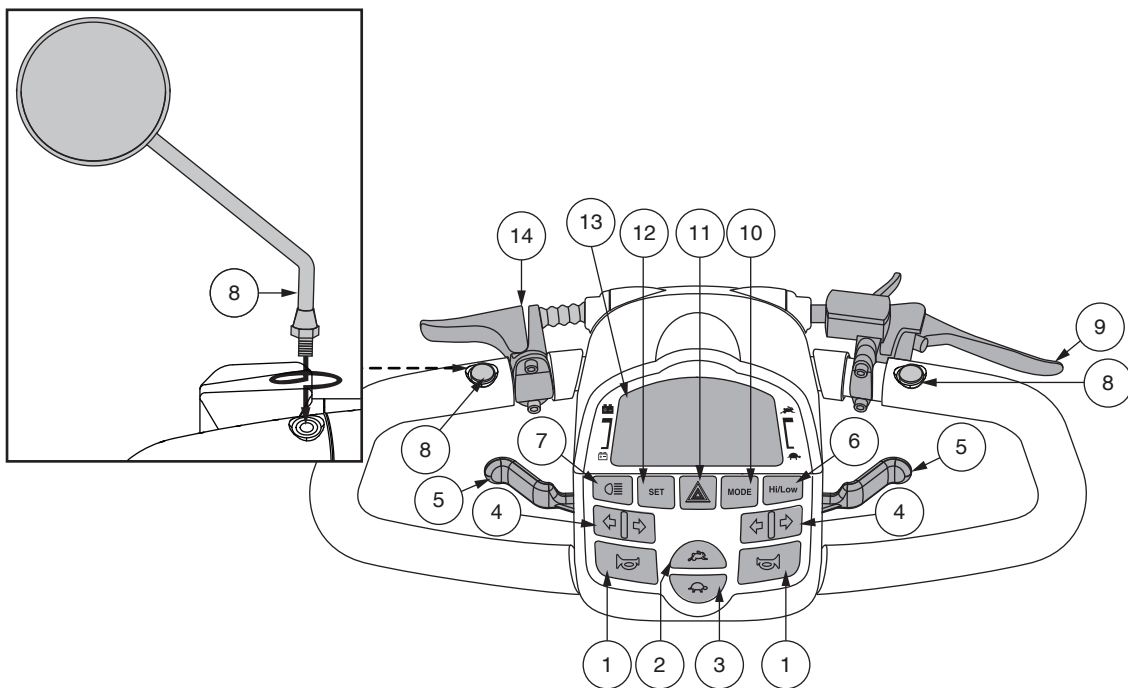

Abb. 1. LCD-Bedienfeld
Die Lenkerkonsole und der untere Lenker enthalten sämtliche Kontrollkomponenten, die Sie für die Nutzung Ihres veiculos benötigen, inklusive des LCD-Bedienfeldes, des Gaspedal-Hebels, des Schlüsselschalters und des Gaspedal-Schalters. **Siehe Abb. 1.**
Mit Hilfe dieser Hebel können Sie die Geschwindigkeit Ihres Elektromobils im Vor- und Rückwärtsgang bis zur Maximalgeschwindigkeit kontrollieren, die Sie wiederum mit Hilfe der Knöpfe zur Geschwindigkeitsanpassung festgelegt haben. An der Unterseite des Lenkgriffs befindet sich links und rechts jeweils ein Hebel für das Gaspedal. **Siehe Abb. 1.**
Das LCD-Bedienfeld bietet praktische und intuitiv verständliche Rückmeldungen auf dem LCD-Bildschirm. **Siehe Abb. 1.** Der LCD-Bildschirm wird auch während der Einrichtung (Aktivierung) der unterschiedlichen Bedienfeld-Einstellungen verwendet.
**HINWEIS:** Um die Bedienfeldeinstellungen zu programmieren, muss der Hi-Low-Indikator ausgeschaltet sein und der Maximalgeschwindigkeitsindikator muss auf voll eingestellt sein. Siehe Abb. 1.